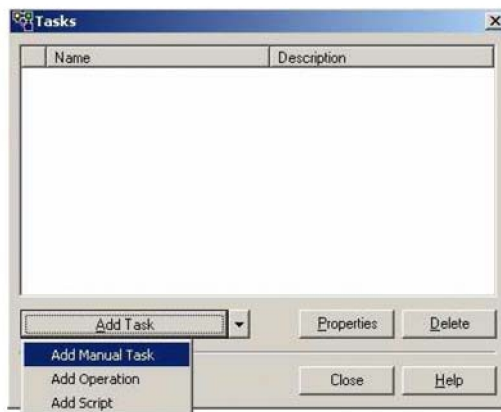

Рис.33. Ручное добавление задачи к узлам
- В диалоговом окне Tasks нажмите «Add Task» и выберите опцию «Add Manual Task» (рис. 33).